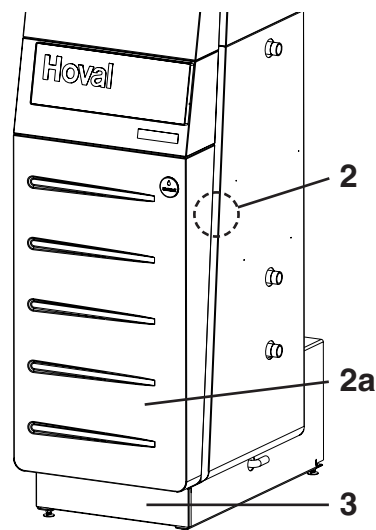

Bild 25
3. Rimuovere la calotta frontale (2a, fig. 25). Allentare i bulloni di sicurezza laterali (2) (circa $\frac{1}{4}$ di rotazione a sinistra ed estrarre fino ad arresto). Sollevare verso l'alto la calotta mantenendola dritta e sfilarla in avanti.
4. Rimuovere la lamiera dello zoccolo (3). Sollevare verso l'alto la lamiera dello zoccolo mantenendola dritta e rimuoverla.
12. Montare la calotta frontale (2a) e la lamiera dello zoccolo (3, fig. 25).